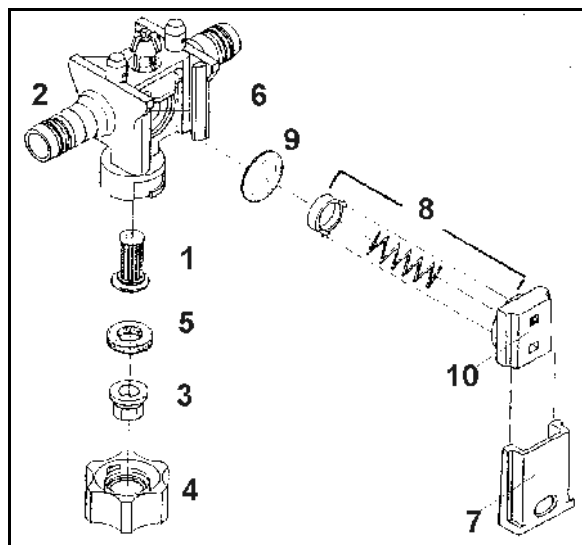

Bild 177
Kontrollera spjället då och då (Bild 177/7).
- Skjut då in spjället så långt i munstyckskropparna (Bild 177/2) som möjligt med måttlig tumkraft.
1. Sätt dit munstycksfiltret (Bild 177/1) underifrån i munstyckskropparna (Bild 177/2).
2. Lägg in munstycket (Bild 177/3) i bajonettmuttern (Bild 177/4)
3. Lägg i gummitätningen (Bild 177/5) över munstycket.
Avlagringar på membransätet (Bild 177/6) är orsaken till att det droppar från avstängda munstycken då sprutrampen är avstängd. Rengör då respektive membran enligt följande:
1. Ta bort spjället (Bild 177/7) ur munstyckskroppen (Bild 177/2) i riktning mot bajonettmuttern.
2. Ta bort fjäderelementet (Bild 177/8) och membranet (Bild 177/9).
3. Rengör membransätet (Bild 177/6).
Beakta korrekt monteringsriktning för fjäderelementet. De förskjutna stigande kanterna till höger och vänster på fjäderelementets hus (Bild 177/10) måste stiga i stångprofilens riktning vid montering.